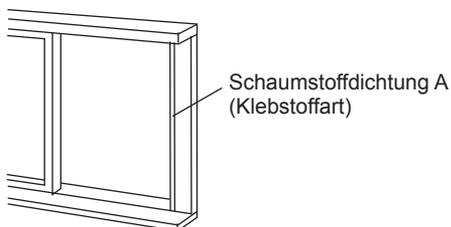

Abb. 12
1. Schneiden Sie die Schaumstoffdichtung (Klebstoffart) auf die richtige Länge zu und kleben Sie sie an dem Fensterrahmen. Siehe Abb.12.